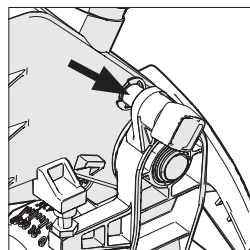

Abb. 16
- Vergewissern Sie sich, dass sich der Schneidkopf in der gesperrten Position befindet. Dabei muss der Verriegelungsbolzen vollständig in seiner Halterung eingerastet sein. (vgl. Abb. 16)
- Vergewissern Sie sich, dass sich der Schneidkopf in der gesperrten Position befindet. Dabei muss der Verriegelungsbolzen vollständig in seiner Halterung eingerastet sein. **(Abb. 16)**
- Ziehen Sie den Rastbolzen (**Abb. 16**) heraus und lassen Sie den Schneidkopf in seine aufrechte Position fahren.